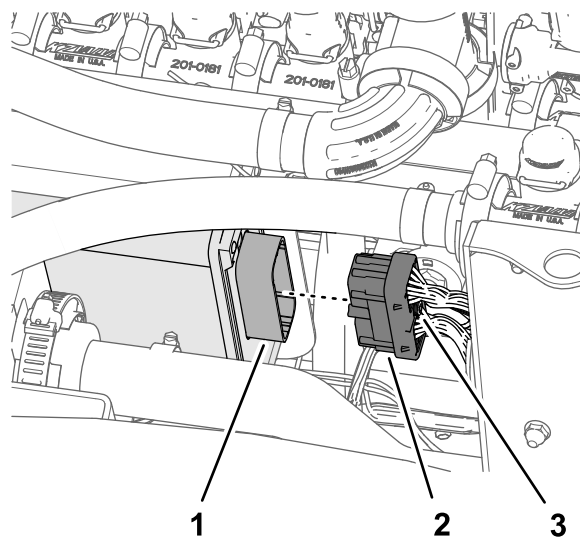

図 132
2. キットのワイヤハーネスの 40 ソケットコネクタを、ASC10 散布コントローラの 40 ピンコネクタに接続する 図 132。
3. 40 ソケットコネクタについているねじを、ASC10 コントローラに取り付ける 図 132。